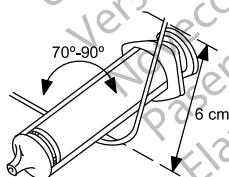

Figura 4. Curvatura dello stiletto
2. Scegliere uno stiletto a seconda della funzione e della rigidità preferita. Se desiderato, curvare delicatamente lo stiletto con uno strumento sterile a superficie liscia (ad es. il cilindro di una siringa da 10 cc o 12 cc) (Figura 4 Curvatura dello stiletto a pagina 19). Una curvatura meno accentuata ha minore probabilità di raddrizzarsi durante l'uso dello stiletto rispetto a una curvatura più accentuata.